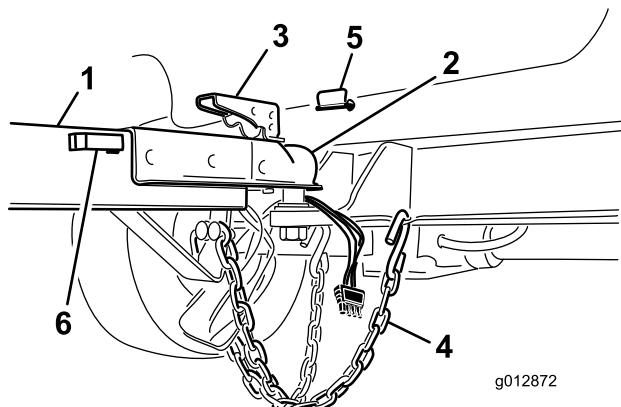

図 8
5. ハーネスコネクタをヒッチチューブ・ホルスターに入れる（図 8）。
2. トングのカップラレバーを持ち上げながら、カバーをボールヒッチの上に降ろす（図 8）。
4. ピンを取り付けてカップラのレバーをロックする(図 8)。
5. 安全チェーンを交差させ、ヒッチの穴に取り付ける(図 8)。